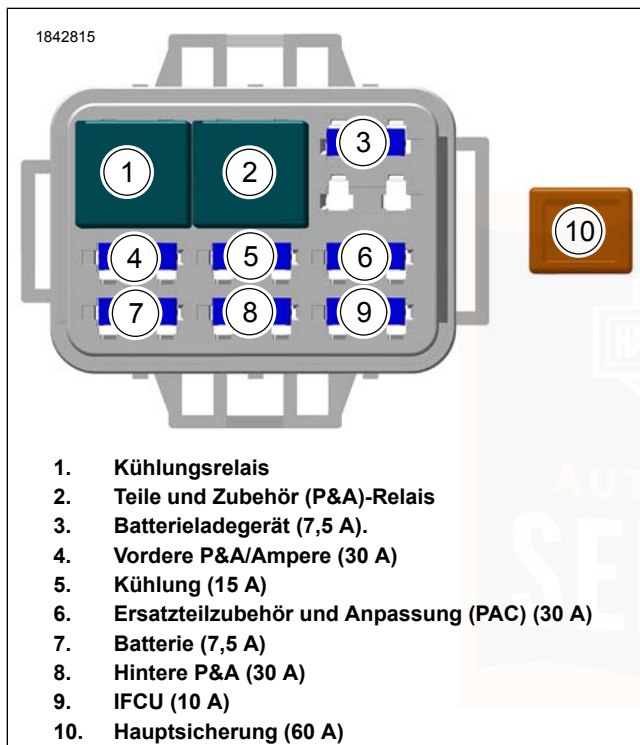

Abbildung 112. Identifizierung von Sicherungen und Relais
4. Siehe Abbildung 112. Die Sicherung entfernen und den Schmelzeinsatz überprüfen.